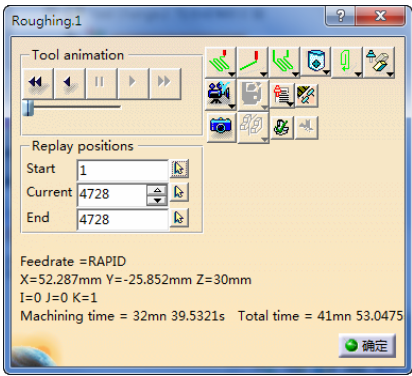

图 3-115 刀具路径轨迹 (6)
- 单击“Roughing.1”对话框中的 Tool Path Replay 按钮，弹出“Roughing.1”对话框，同时在图形区显示刀具路径轨迹（6），如图 3-115 所示。
- 单击图 3-115 所示对话框中的 View from last result 按钮，然后单击 Forward replay 按钮，显示实体切削仿真（6），如图 3-116 所示。